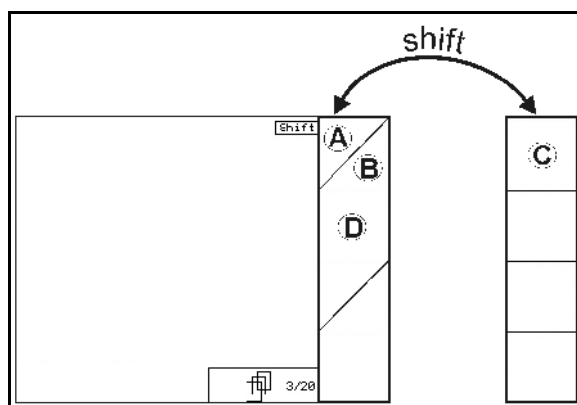

Fig. 11
- Lorsque vous appuyez sur la touche Shift, d'autres champs s'affichent (Fig. 11) et les fonctions des touches sont modifiées en conséquence.